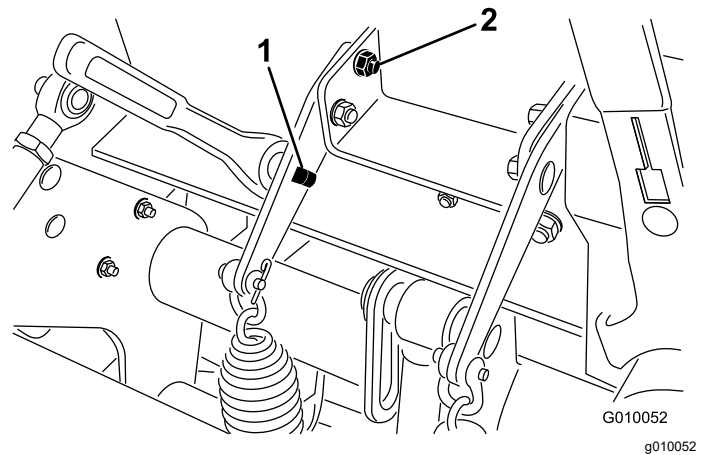

Figure 28
3. Insérez un manche à rochet de ½ pouce ou une barre de levier dans le trou carré de la patte de tension du ressort (Figure 28).